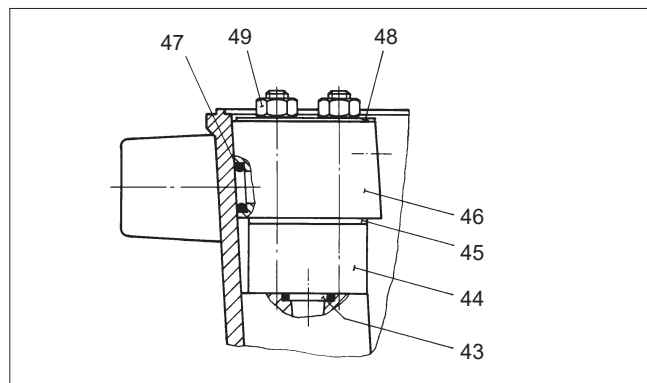

Fig. 9. Montage de l'inverseur
Les chiffres figurant sur la came (29) indiquent les amplitudes des signaux en pourcentage. Par exemple, 0-100 correspond à 4...20 mA, et 50-100 à 12...20 mA. Voir Fig. 9.